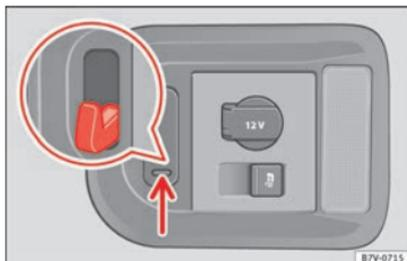

Fig. 171 Dans le coffre à bagages : crochets pour sacs.
Vous trouverez à droite du coffre à bagages des crochets pour sacs basculants » fig. 171 auxquels vous pouvez suspendre des sacs de courses légers.
- Tirez les crochets pour sacs vers le bas » fig. 171 (flèche) et rabattez-les.